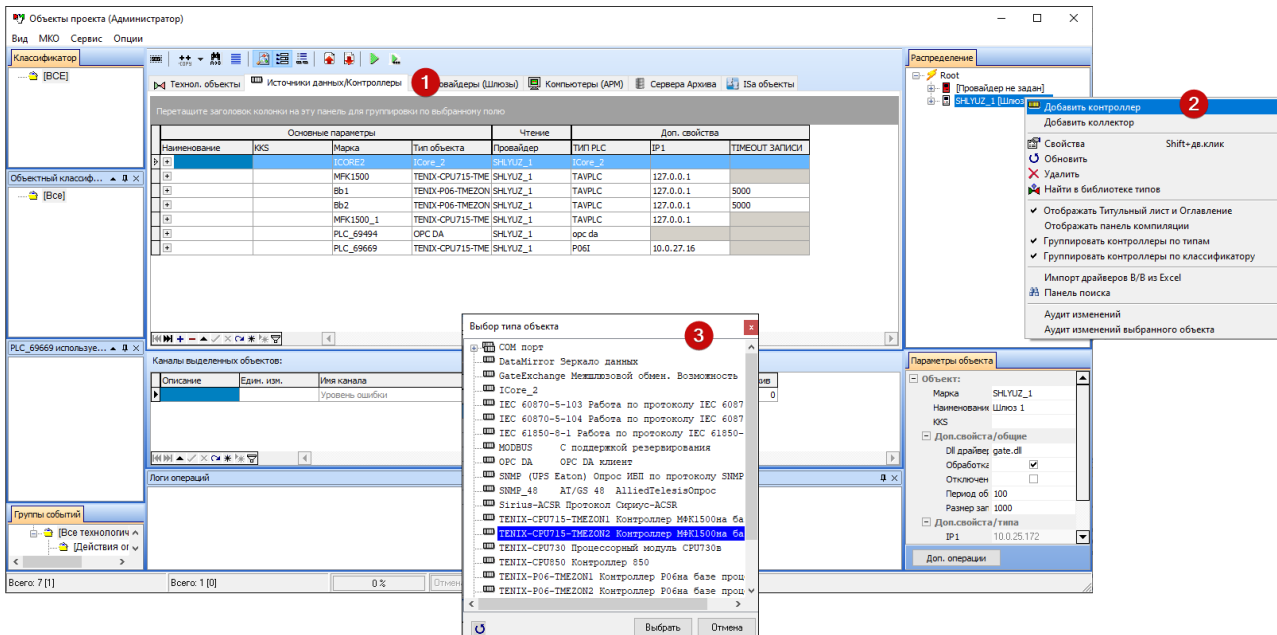

Рисунок 7.1. Добавление источника данных
- 2) Перейдите на вкладку "Источники данных/ контроллеры" (рис. 7.1 [1]).
- б) через контекстное меню дополнительного окна "Распределение" (пункт "Добавить контроллер") (рис. 7.1 [2]).
- 4) В открывшемся окне "Выбор типа объекта" выберите нужный тип источника данных и нажмите кнопку "Выбрать" (рис. 7.1 [3]).